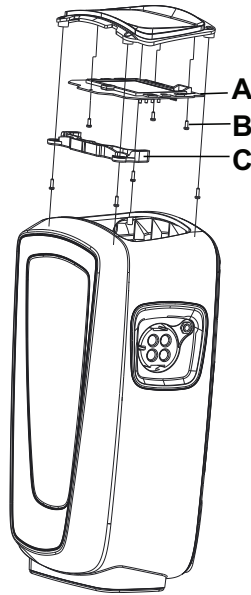

Figure 31 – Ensemble de PCBA
5. À l'aide d'un tournevis cruciforme n° 2, retirer les trois vis (B) qui fixent le support moulé de PCBA (C) à l'ensemble de PCBA (A) (Figure 31). Conserver les vis.